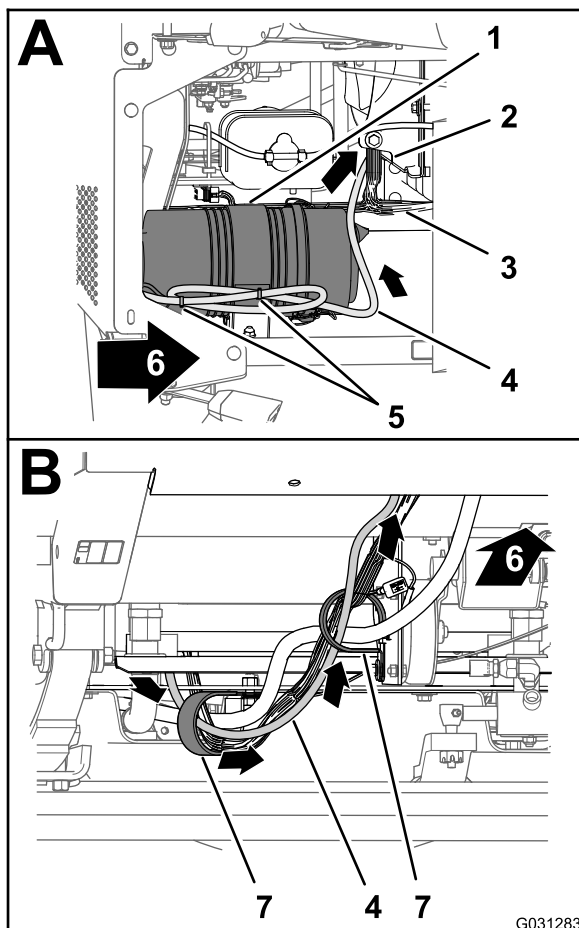

图 141
1. 在发动机舱的右侧将数据线束 220cm 支管向前对着发动机的空气滤清器向下对着散热器的右下角图 141。
2. 将数据线束的 220cm 支管向前穿过机器底部的 2 个 R 形夹图 141。